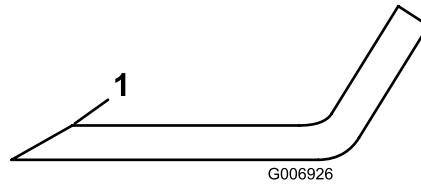

Figure 35
1. Au moyen d'une lime, aiguissez les tranchants aux deux extrémités de chaque lame (Figure 35). en veillant à conserver l'angle de coupe d'origine. Limez